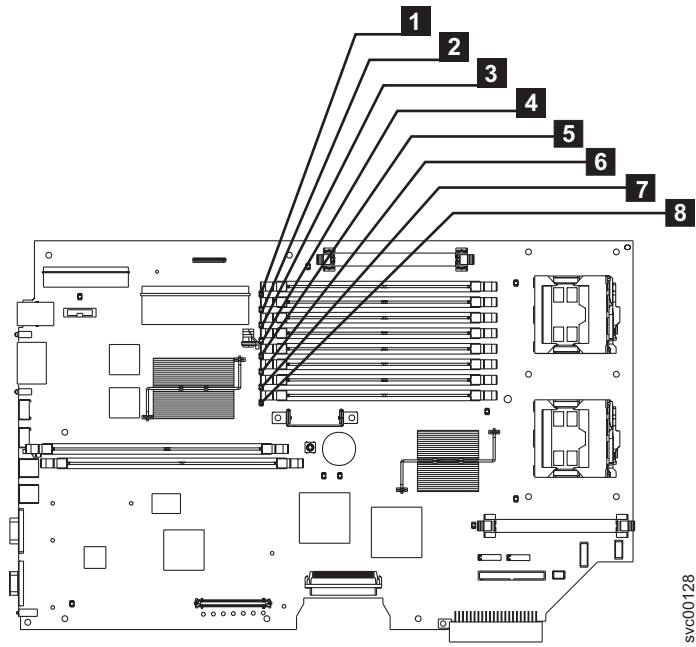

図 81. SAN ボリューム・コントローラー 2145-8F2 または SAN ボリューム・コントローラー 2145-8F4 メモリー・モジュールの見つけ方
- SAN ボリューム・コントローラー 2145-8F4 または SAN ボリューム・コントローラー 2145-8F2: これらのモジュールには、110 ページの図 81 に示すように、**1** から **8** の番号が付けられています。